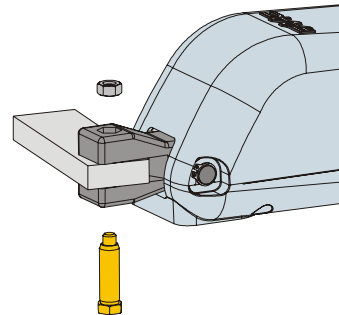

Fig. 11
- 8) Fixer l'opérateur à la patte postérieure avec les axes fournis d'après la Fig.11.